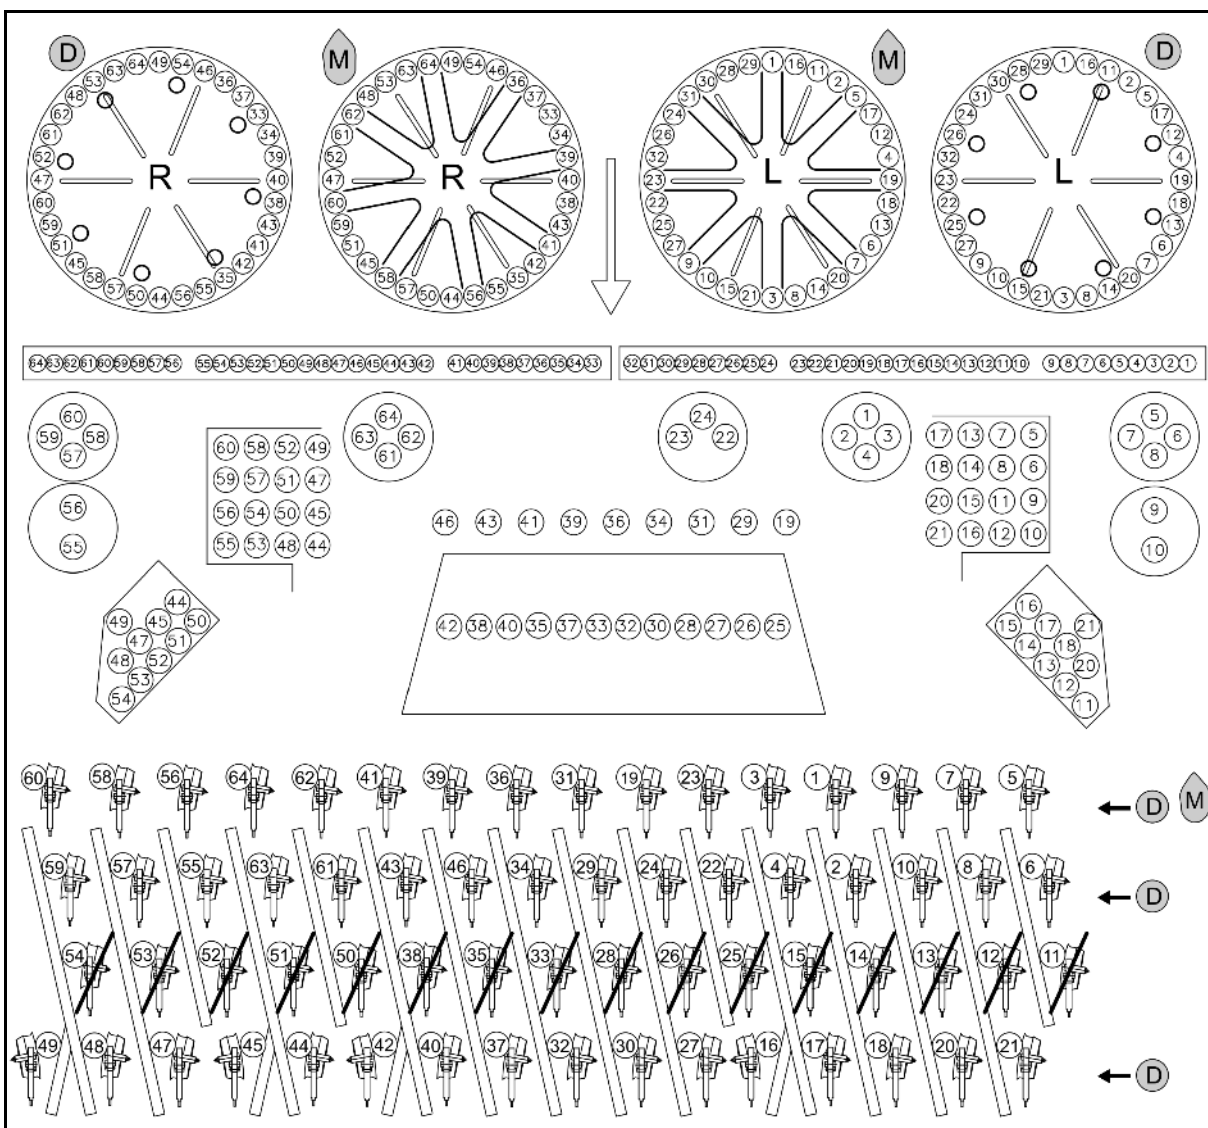

Рис. 38
- Кукуруза **M**: установите заслонки согласно Рис. 38.
- Удобрения **D**: установите заглушки согласно Рис. 38 montieren.